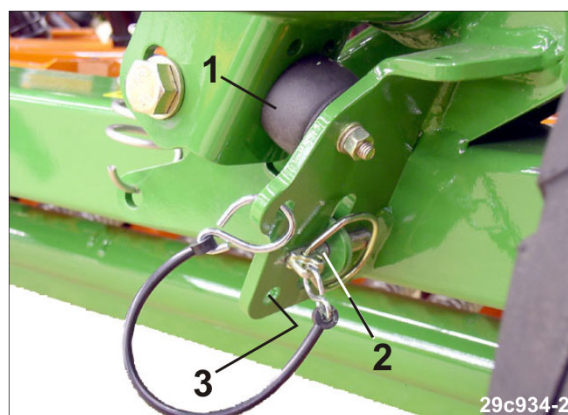

Fig. 166
- 3.1 Apăsați brațele în consolă ale marcatoarelor de urmă contra tamponului din cauciuc (Fig. 166/1).
- 3.2 Țineți strâns bine marcatorul de urmă, scoateți șplintul (Fig. 166/2) și îl introduceți în poziția de parcare în orificiul (Fig. 166/3).